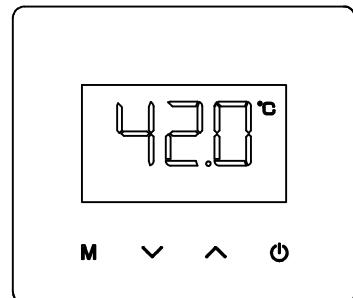

图14
(1) 按下显示器面板的电源键，如图14，显示屏点亮，并显示上次最后使用的设置温度(例如42°C)。